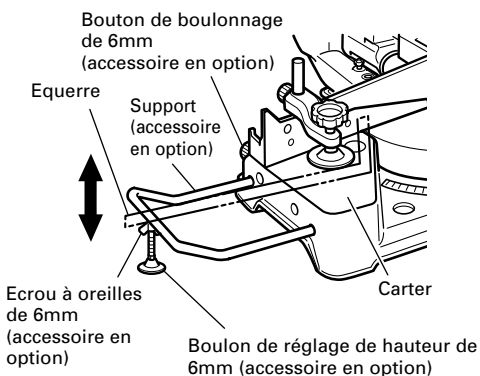

Fig. 14
(1) Comme indiqué à la Fig. 14, utiliser une équerre en acier pour aligner le bord supérieur des supports sur la surface du socle. Desserrer l'écrou à oreilles de 6mm. Tourner un boulon de réglage de hauteur de 6mm, et régler la hauteur du support.
(2) Après le réglage, serrer fermement l'écrou à oreilles et fixer le support avec la vis moletée de 6 mm (accessoire en option). Si la longueur du boulon de réglage de la hauteur de 6 mm est insuffisante, insérer une plaque mince dessous. S'assurer que l'extrémité du boulon de réglage de la hauteur de 6 mm ne dépasse pas du support.